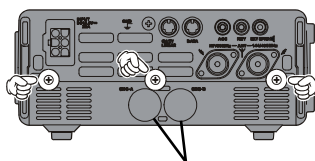

Figura 2 Plastic Cap
5. Retire la tapa de plástico —la cual posee la misma designación ("A" o "B") que el compartimiento para batería en donde está instalada la **FNB-78**— de la cubierta inferior, antes de girar dicha tapa de tal forma que el pequeño relieve en ella quede alineado con la ranura de la cubierta inferior del aparato (Figura 2).